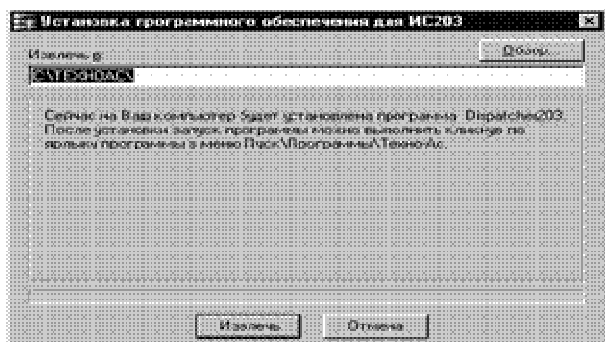

Рис.4
3.2 В левой панели окна выбрать программу RealTimeControl. Для установки программы нужно нажать кнопку "Загрузить" или 2 раза щелкнуть левой кнопкой мыши по строке с названием программы. После запуска программы установки появится окно, показанное на рис. 4.